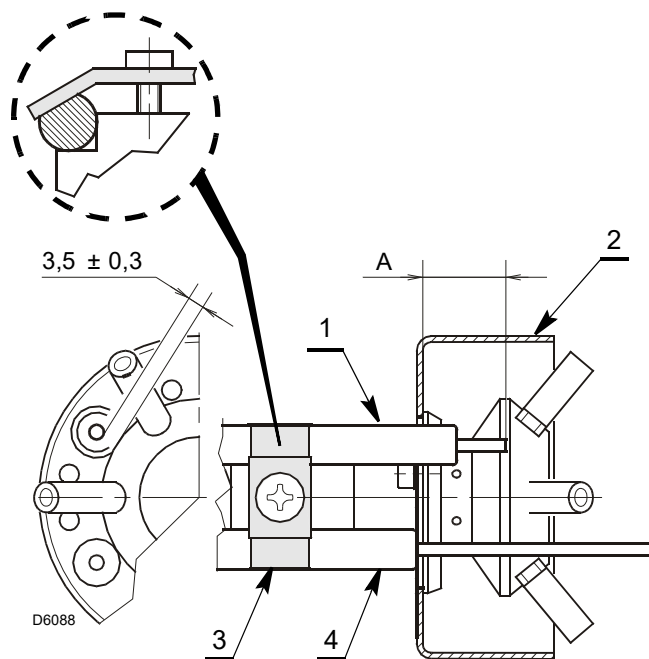

Fig. 14
- Asegurarse de que la placa 3)(Fig. 14) quede siempre colocada en la parte plana del electrodo 1).